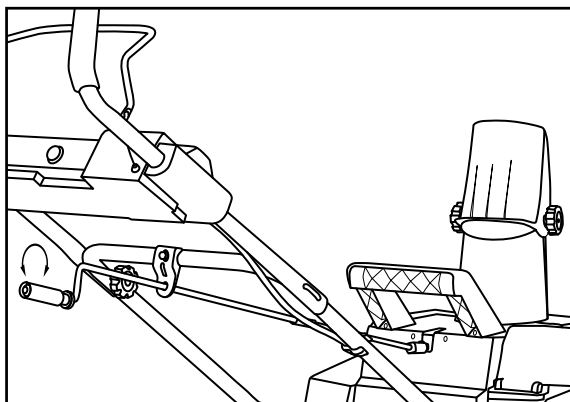

Рис. 10.
- Расположите выпускной желоб таким образом, чтобы дефлектор был обращен вперед (рис. 10).
- Проверьте работу выпускного желоба, повернув его до упора в обе стороны. Выпускной желоб должен поворачиваться без заеданий (рис. 10).